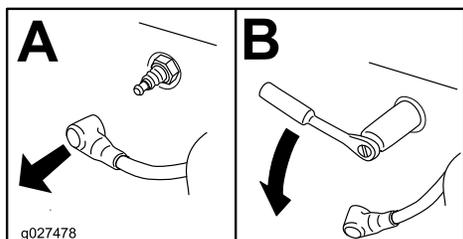

Рисунок 43
3. Выверните свечу, как показано на Рисунок 43.